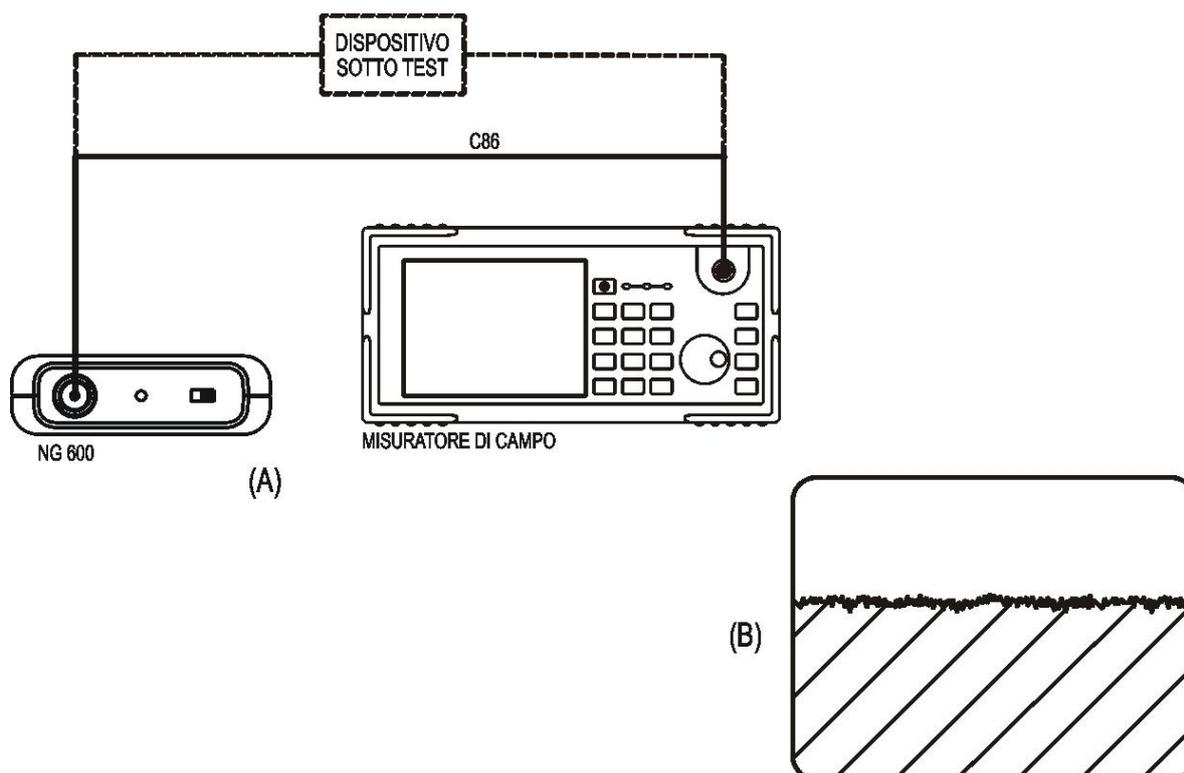

Figura 4 Collegamenti per verificare la risposta in frequenza di un dispositivo
2. Per la caratterizzazione dell'amplificatore procedere come in Figura 4 collegando l'NG600 direttamente all'FSM, quest'ultimo predisposto per un fondoscala di $90 \text{ dB}\mu\text{V}$ e banda di 1 MHz, e rilevando il livello di riferimento (ad esempio **$81 \text{ dB}\mu\text{V}$**)